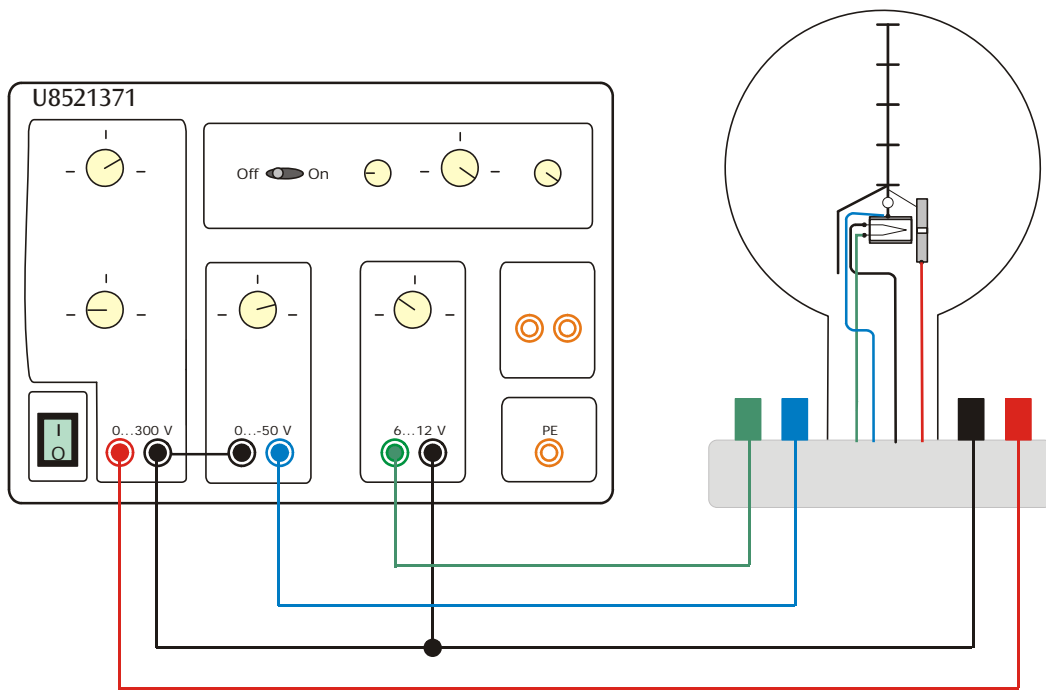

Fig. 1 Conexión del tubo de haz fino a la fuente de alimentación de CC 300 V
- Realice el cableado del tubo con la fig. 1.